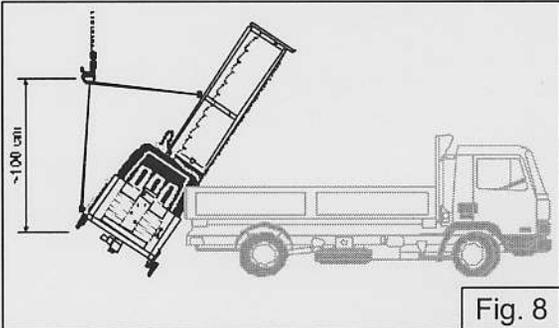

Fig. 8
- Enganchar los cables de elevación a los ganchos específicos colocados en la parte inferior del bastidor y en el centro de la estructura porta cepillo formando un triángulo. (Fig. 8)